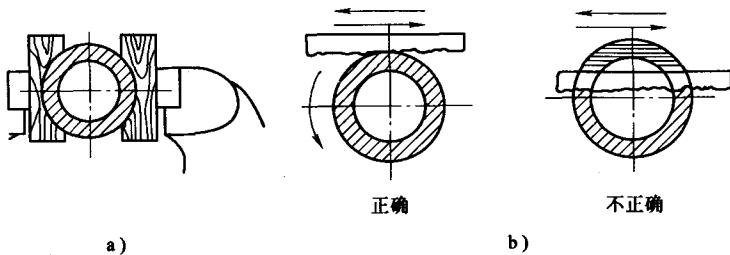

图 1-4 锯削管材
(1) 操作方法及技巧 锯削管材的方法如图 1-4 所示。在锯削管子材料时首先要注意正确夹持。对已加工表面的管材夹持时垫上衬垫以防夹伤；对薄壁管材，夹持力要适当，以防夹持变形。锯削管材一般选用细齿锯条。锯削时，要将管子沿着推锯的方向不断地重复转动一定的角度，然后再继续进行锯削，直至将管子锯断。其原因是一般管子材料壁厚都是很薄的，为防止锯缝卡住锯条和锯齿勾挂管壁，采用这种加工方法便消除了因锯条产生跳动而造成折断锯条和锯削表面不平的现象。